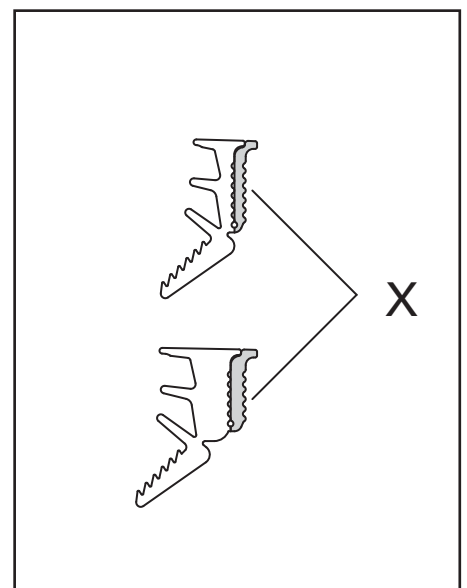

Abb. 18 / Fig. 18 / Fig. 18
- Je nach Fugenbreite Zusatzlappen X vorgängig abreissen (Abb. 18)
- En fonction de la largeur du jeu, découper précédemment la lèvre complémentaire X (fig. 18.)
- Depending on the gap width, tear off additional lip X in advance (fig. 18)